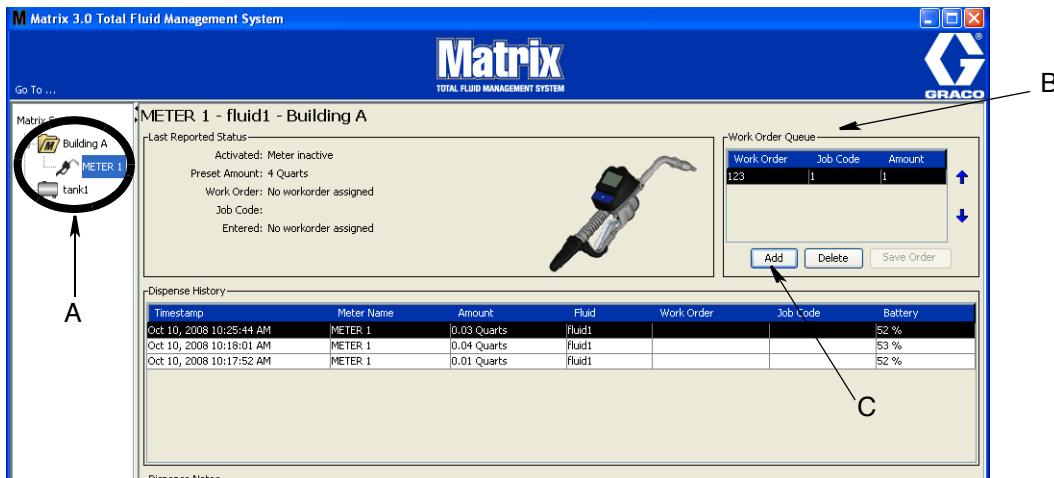

Рис. 188
- В поле групп, определенных системным администратором, основного экрана системы Matrix (A), выберите требуемый расходомер, которому назначается рабочее задание (Рис. 188).
- В поле «Work Order Queue» [Очередь рабочих заданий] (В) того же экрана нажмите кнопку «Add» [Добавить] (С) (Рис. 188). Отобразится список доступных рабочих заданий для этого расходомера.